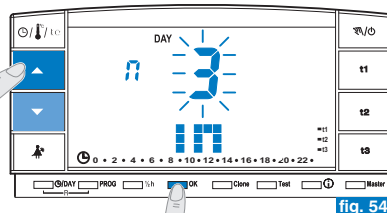

fig. 54
- Sul display appare (lampeggiante) il mese precedentemente impostato nella funzione **OUT**, con i tasti ▲▼ impostare il mese in cui si intende terminare il conteggio (rientro nell'abitazione); confermare premendo il tasto **OK** (fig. 54).